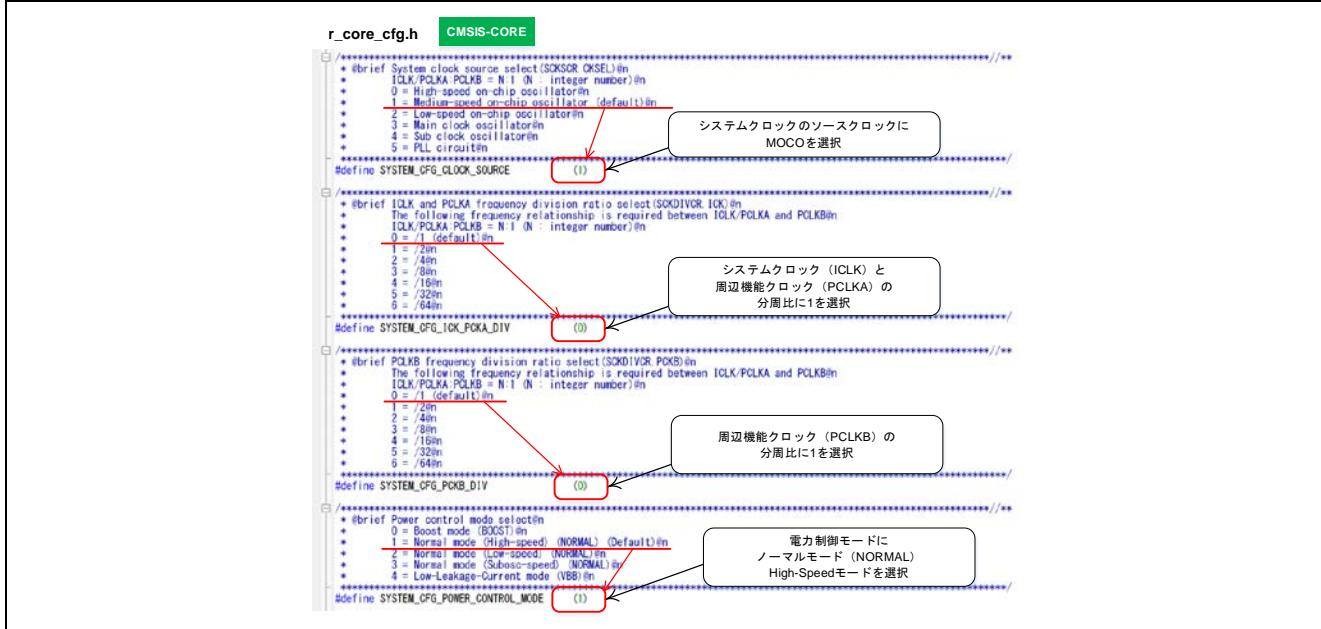

図 6-5 動作開始時のクロック・電力制御モードの設定例
- 設定例 : 図 6-5 に示します。
(1) RE01 1500KB グループ